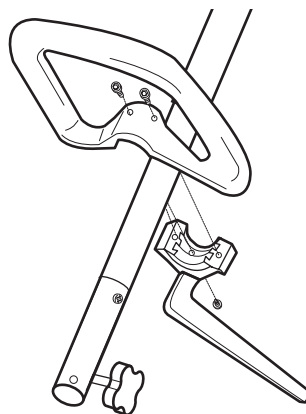

Fig. 1
- > Posez la poignée supérieure sur le tube et fixez-la avec les vis (Fig. 1).